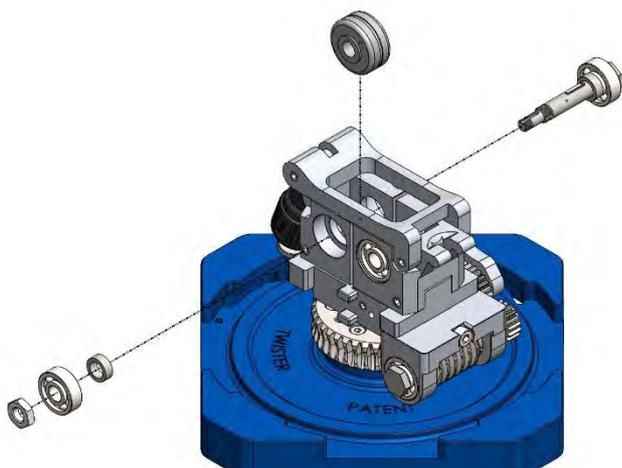

Figura 51
10. L'ultima operazione consiste nel montaggio delle ruote di sincronizzazione mediante l'utilizzo delle chiavi a forchetta con bocca esagonale da 10[mm] e da 13[mm]. Figura 51.